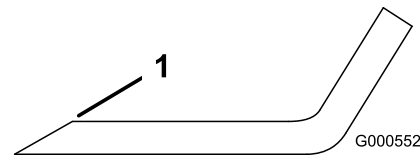

Figure 40
1. Au moyen d'une lime, aiguisiez les tranchants aux deux extrémités de la lame (Figure 40) en veillant à conserver l'angle de coupe d'origine. Limez la même quantité de métal sur chacun des deux tranchants pour ne pas déséquilibrer la lame.